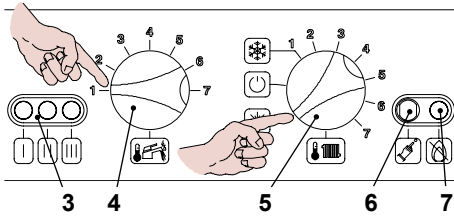
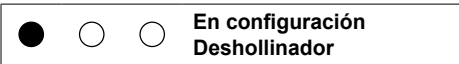
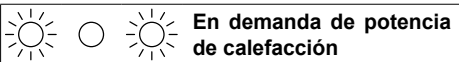

Fig. 9.8
Fig. 9.9
Fig. 9.10
- Suministre alimentación eléctrica a la caldera mediante el interruptor bipolar presente en la instalación; la luz de aviso 3 en Fig. 9.8 parpadea cada 4 segundos.
- Ponga el selector 5 como se muestra en Fig. 9.8; la luz de aviso 3 parpadea cada 2 segundos aproximadamente.
- Mantenga presionado el pulsador de restablecimiento 6 en Fig. 9.8 durante unos 10 segundos, la luz de bloqueo 7 en Fig. 9.8 iniciará a parpadear.
- Para programar la función de deshollinador, los indicadores luminosos 3 en Fig. 9.8 deben resultar como en Fig. 9.9 (leyenda indicadores en pág. 38)
- Vuelva a presionar el pulsador de restablecimiento 6 en Fig. 9.8 durante unos 5 segundos, la luz de bloqueo 7 en Fig. 9.8 se apaga, mientras los indicadores 3 en Fig. 9.8 parpadean en modalidad de demanda de potencia de calefacción Fig. 9.10